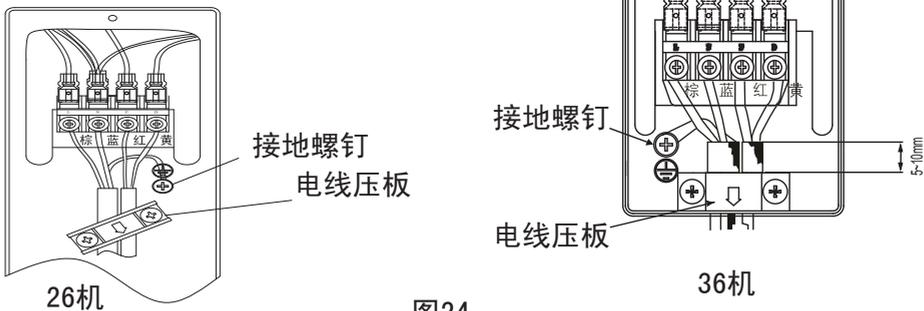

图24
- (1) 把室外机组中连接电缆按图24所示正确的牢固连接（紧固力矩为8~15kgf.cm）。
- (2) 用电线压板将连接电缆用螺钉紧固。（电线压板固定时，所示箭头必须向下）
- (3) 必须将黄/绿线如图24所示接至右侧板带有“⊕”标志的接地螺钉上。
- (4) 连接电缆不可以碰铜管的裸露部分及截止阀。